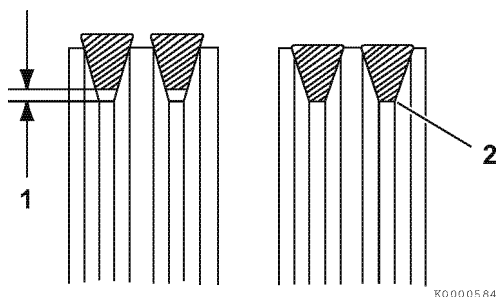

Рисунок 3
3. Натягивайте клиновой ремень до надлежащего натяжения. Между клиновым ремнем и дном канавки шкива должен оставаться зазор (Рисунок 3, (1)). Если зазор (Рисунок 3, (2)) между клиновым ремнем и дном канавки шкива отсутствует, замените клиновой ремень.